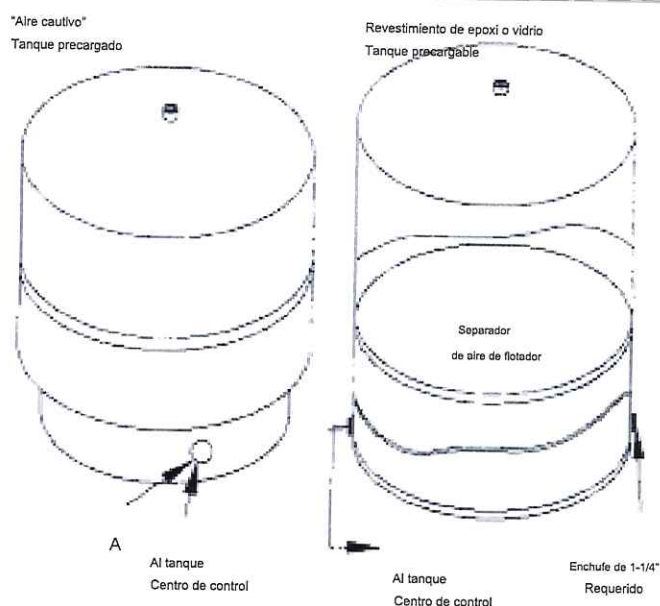

Figura 4 - Aberturas del tanque
- Envuelva la rosca exterior del centro de control del tanque con cinta de teflón en la posición (A) y enrósquela en la abertura del tanque (consulte la Figura 4). El centro de control se enroscará directamente en una abertura de 1" en el costado del tanque precargado.
- Instale el manómetro con un casquillo de 3/4" x 1/4" en la posición marcada con la abertura (B) en el centro de control.
- Instale un interruptor de presión o un interruptor de "pérdida de presión" usando 1/4" x Boquilla de 3" en la posición de apertura (C) en el centro de control.
- Conecte la tubería que viene del pozo y la bomba a la posición (E) en el centro de control usando el adaptador de plástico macho apropiado y la abrazadera, si se usa polietileno o enrosque directamente al centro de control si se usa ABS o tubería de acero.
- Proceda desde la posición (D) en el centro de control hasta el servicio interno.